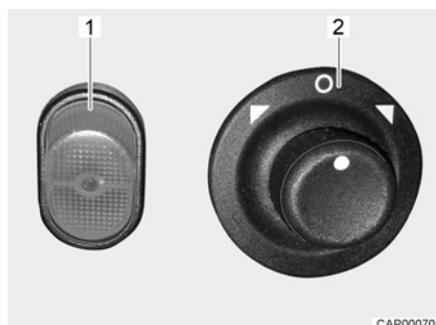

Fig. 14 Conmutador (retrovisores exteriores ajustables eléctricamente)
- Seleccionar el retrovisor que se desea ajustar. Para esto, girar el interruptor giratorio (Fig. 14,2) hacia la izquierda o hacia la derecha.
- Ajustar el retrovisor. Para ello, empujar el interruptor (Fig. 14,2) hacia la dirección deseada.
- Pulsar el interruptor (Fig. 14,1). La luz de control en el interruptor está encendido de color naranja e indica que la calefacción de los retrovisores está funcionando.